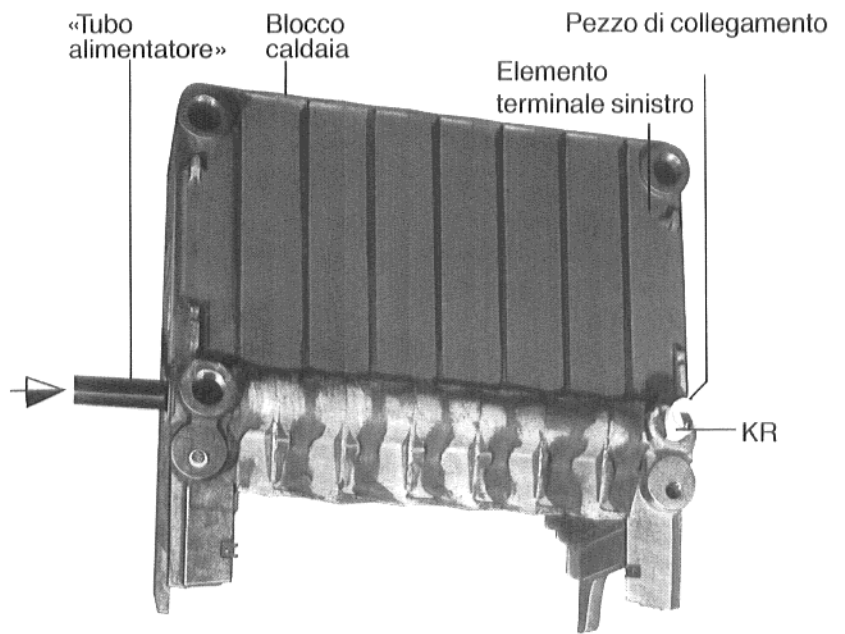

Fig. 18
- Inserire un nuovo pezzo di collegamento nel ritorno caldaia (KR).
- Infilare il «Tubo alimentatore» nel mozzo dalla parte opposta (Vedi Figure 18 e 19).